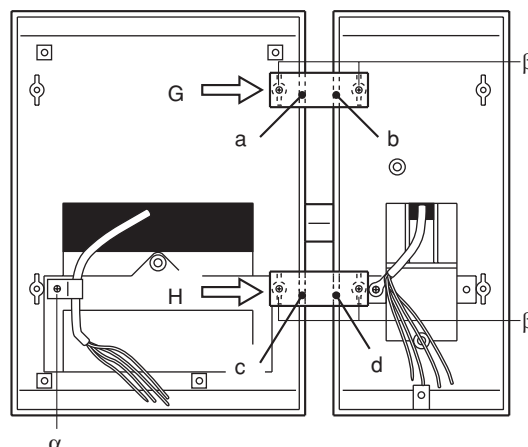

Fig. 3
- Unire i due supporti tavolo posizionando quello del monitor sulla sinistra. L'assemblaggio avviene avvitando (β) sul davanti le due apposite piastrine piane "G", "H" (fig.3) e sul retro il distanziale "L" fornito a corredo. Al fine di posizionare le piastrine è necessario sfondare preventivamente le zone a, b, c, d, delle pareti corrispondenti e per il distanziale "L" (γ) sfondare le pareti g, h (fig.3 e 4).